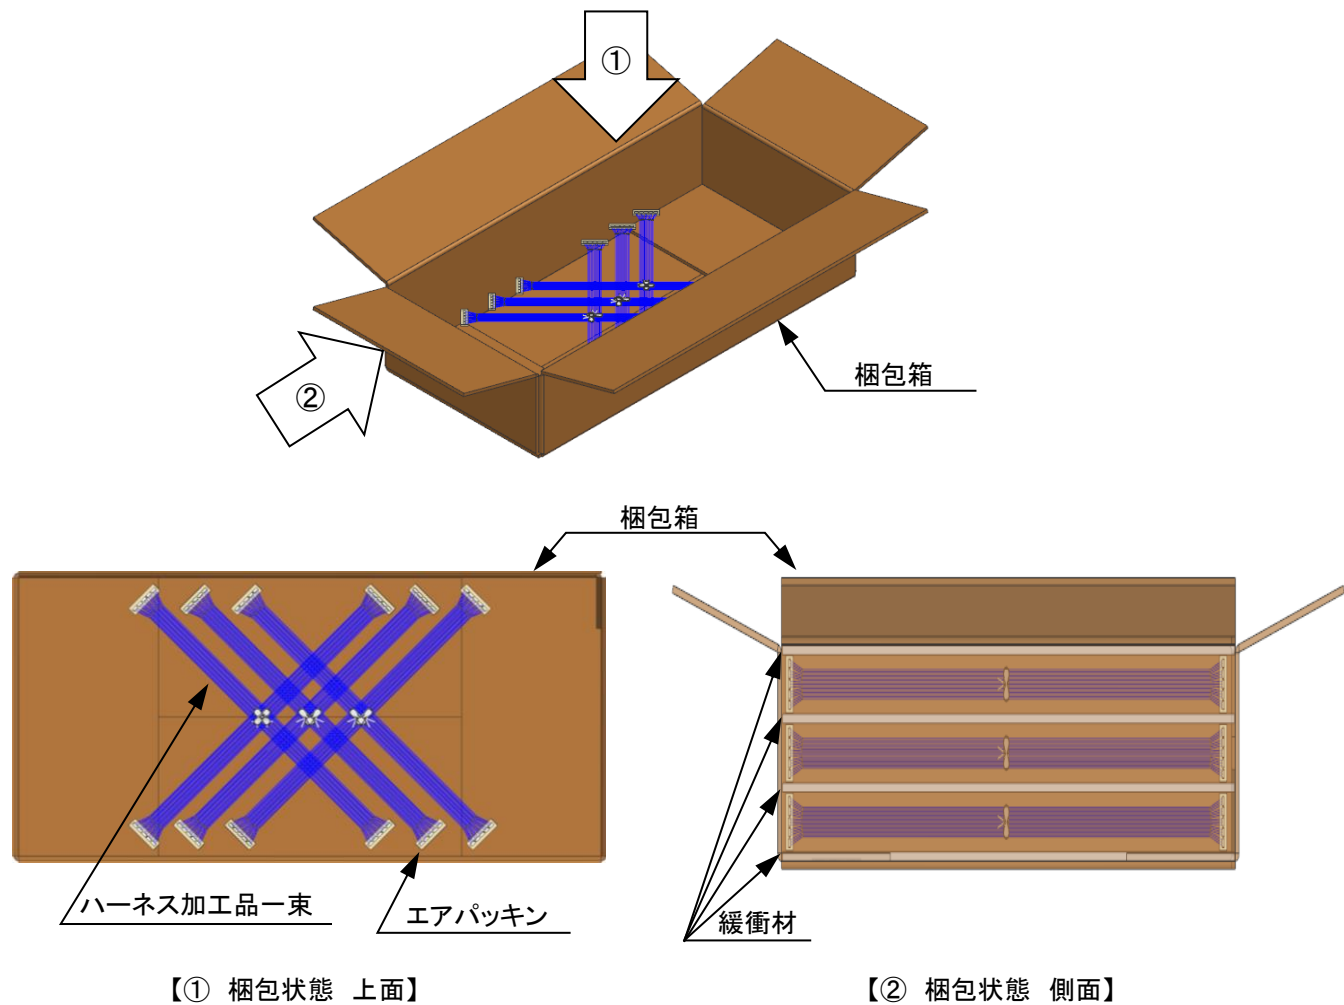

Fig.8-2 梱包状態図
尚、下図 (Fig 8-2) は推奨参考例ですが、ハーネス長が長いなどの理由で他の梱包方式で御使用される場合にも段積みによる加重等の負荷がコネクタに長時間加わらない様御配慮をお願い致します。
※ハーネス加工品の束を梱包箱に入れる際、積み重ねによる荷重等の負荷がコネクタに長時間加わらない様に、箱に合わせた形で製品を交互(十字型)に重ね合わせて下さい。(Fig.8-2 ①)
※梱包箱底面には、緩衝材等を敷いて下さい。また、段積みによる荷重等の負荷がコネクタに長時間加わらない様に、緩衝材を敷く等の御配慮をお願い致します。(Fig.8-2 ②)